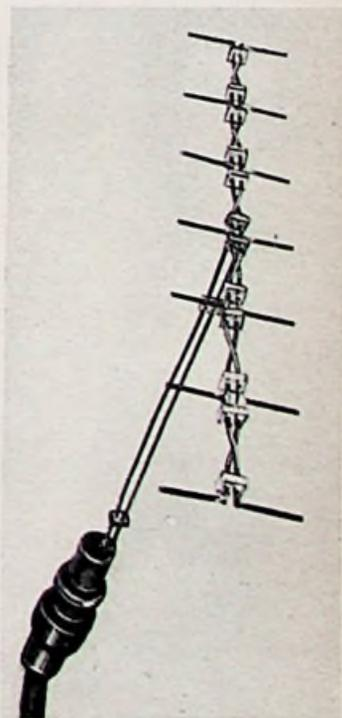

Bild 4. Dipolzeile für $\lambda = 10 \text{ cm}$
b) **Leitungsstücke als Impedanztransformatoren.** Da sich alle Leitungseigenschaften periodisch mit der halben Wellenlänge wiederholen, stellt jede Leitung von der Länge $\lambda/2$ oder einem ganzzahligen Vielfachen von $\lambda/2$ einen Transformator 1:1 dar. Dieser Transformator wird z. B. bei Dipolzeilen verwendet, wo die einzelnen, in $\lambda/2$ -Abstand voneinander angeordneten Strahler durch $\lambda/2$ -lange Leitungsstücke parallel geschaltet werden. Da aber der $\lambda/2$ -Transformator eine Phasendrehung von 180° bewirkt, muß durch Wendelung der beiden Leiter die Gleichphasigkeit der Einzeldipole wieder hergestellt werden (Bild 4). Besonders einfache Transformationsverhältnisse ergeben sich ferner für Leitungsstücke, die $\lambda/4$ oder ein ungeradzahliges Vielfaches davon lang sind. Derartige Leitungsstücke vom Wellenwiderstand Z transformieren den Abschlußwiderstand \mathfrak{R}_1 in den Eingangswiderstand \mathfrak{R}_2 :